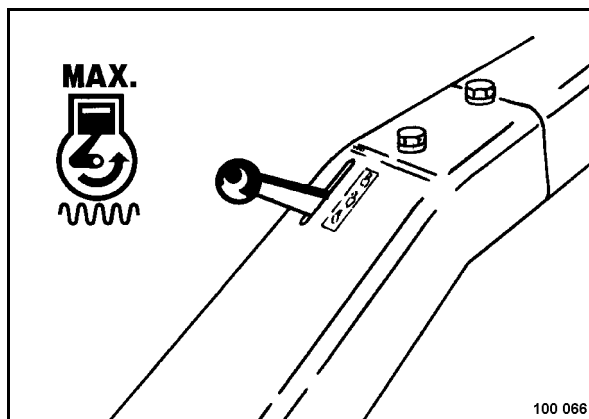

рис. 31
- Установить рычаг управления частотой вращения (рис. 31) в положение "MAX".